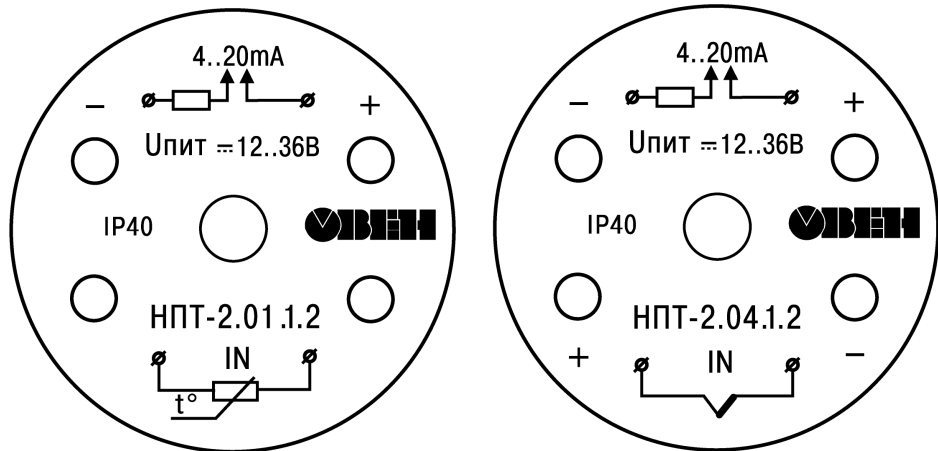
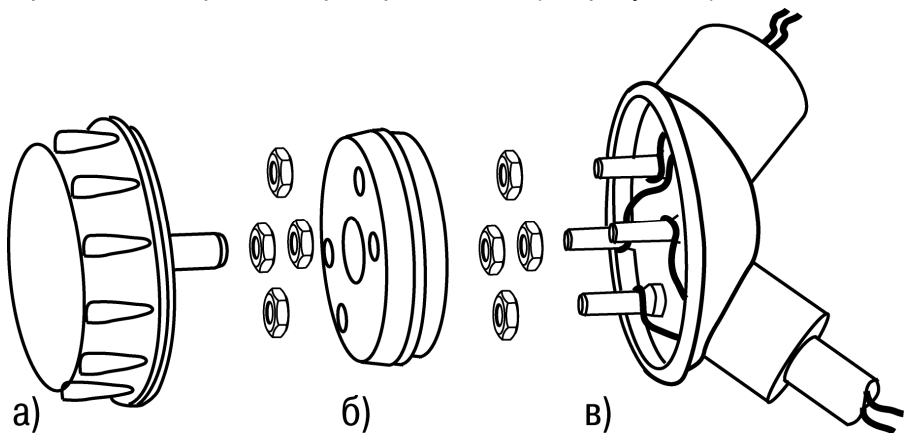

Рисунок 3 – Внешний вид преобразователя
Рисунок 4 – Монтаж преобразователя в коммуникационной головке первичного датчика (а – крышка головки датчика, б – преобразователь, в – корпус головки датчика)
6.1 В соответствии со схемой, приведенной на рисунке 1, производится подключение соединительных кабелей источника питания и датчиков к четырём клеммным винтам, запрессованным в корпус коммуникационной головки первичных датчиков (см. рисунок 4, в). Соединительные кабели закрепляются на винтах четырьмя гайками М4 с использованием нормальных шайб (по ГОСТ 11371-68).
Этими отверстиями преобразователь надевается на клеммные винты корпуса коммуникационной головки (см. рисунок 4, б). При установке преобразователя необходимо соблюдать соответствие использования клеммных винтов маркировке на поверхности преобразователя (см. рисунок 3).
6.4 После того, как преобразователь закреплен гайками на корпусе коммуникационной головки, на корпус преобразователя навинчивается крышка (см. рисунок 4, а).